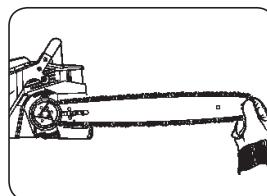

Fig. 3H
- La chaîne sera tendue donc tournez à la main l'embrayage de façon à ce que la chaîne engrène avec le pignon de renvoi (Fig. 3H).